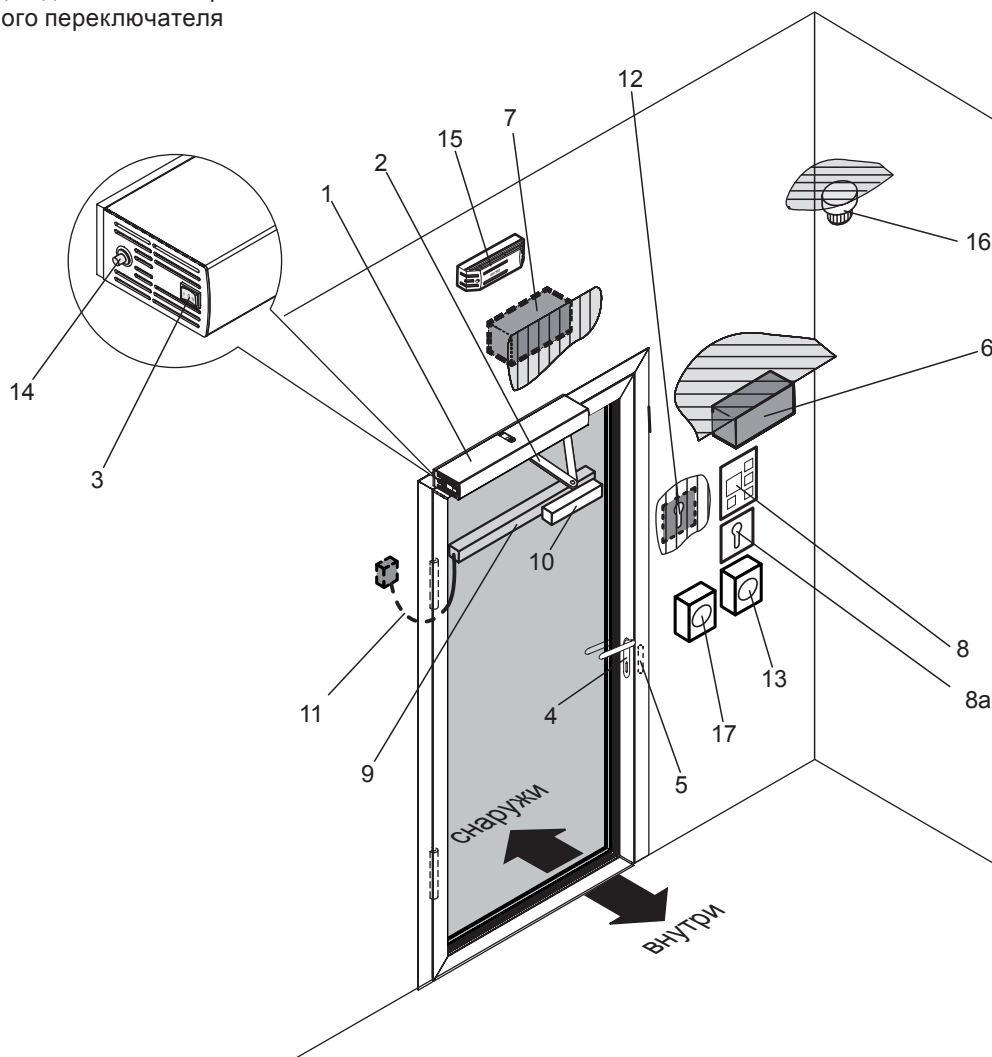

Рис. 1 Пример: привод двери Slimdrive EMD-F, 1 створка, монтаж на коробке
- Привод двери можно устанавливать в виде монтажа на коробке (рис. 1), т.е. на перемычке двери, или в виде монтажа на створке двери.